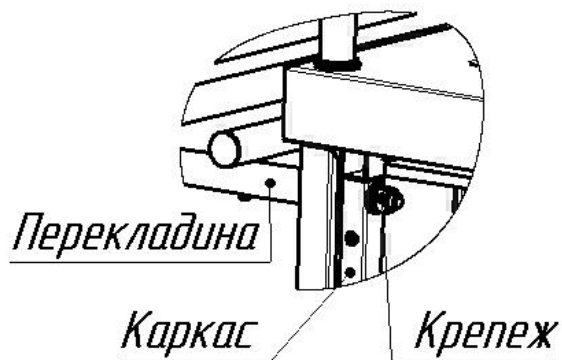

Рис.3 – Установка перекладины
- установите перекладины резьбовыми осями в отверстия на фронтальной стороне изделия так, чтобы монтажные отверстия поперечин «смотрели» вверх, и закрепите их с помощью комплекта крепежа М12 на каркасе изделия (рис.3);